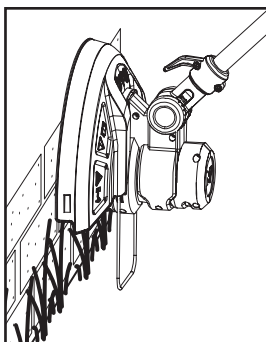

Fig. 18
1. Înainte de operare, asigură-te că apărătoarea cuțitului (11d) este scoasă și că scutul pentru plante (13) este tras în afară.
2. Reglează unghiul mânerului principal (1) la 90° sau 180° pentru a tăia la margini (fig. 18).